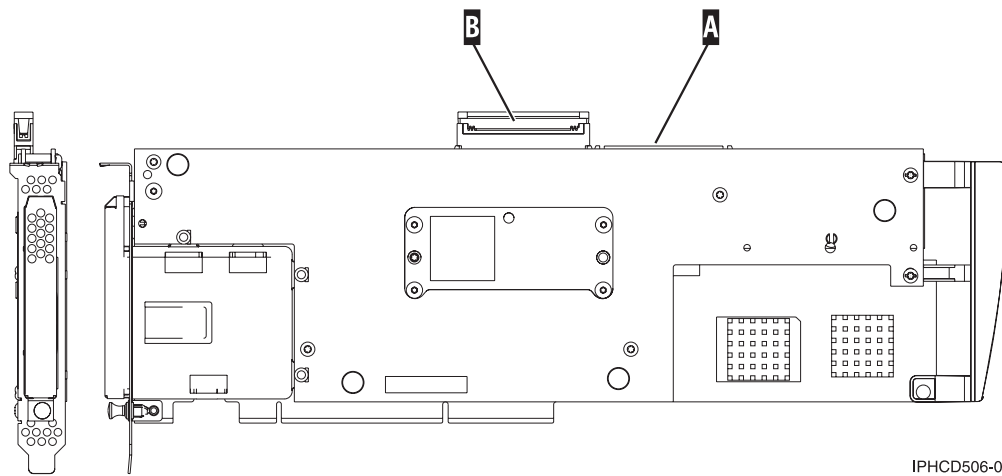

Figura 51. 5708, adaptador de E/S de memoria caché de escritura auxiliar
2. Conecte el cable al puerto SCSI A del adaptador de memoria caché auxiliar de escritura. Consulte la Figura 51 en la página 179.